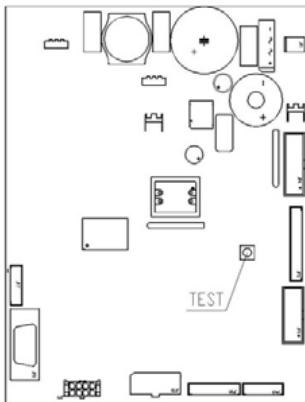

FIG. 3
• Si en la pantalla aparece "MEMORY CLEARED" apretar el pulsador situado en la tarjeta principal dentro de la caja recaudadora (véase FIG. 3) para inicializar la memoria. En la pantalla aparece el mensaje "PUERTA ABIERTA DISTRIBUIDOR EN MANTENIMIENTO". El distribuidor automático empezará automáticamente un autotest. Si no se identifica ningún error la columna se desplazará a la posición de inicio y la máquina estará lista para el uso.
Al encender el distribuidor, sobre el display aparece escrito "INIT" seguido por "memory cleared" si la memoria no contiene datos, o bien, si los datos contenidos no son confiables. La misma condición se alcanza cuando se ejecuta el mando "cancela memoria", o bien, en el caso en que la memoria se haya estropeado. Oprimiendo el pulsador FIG. 3 situado en la ficha electrónica principal en el interior de la caja para fichas, la memoria será automáticamente restablecida con los valores preestablecidos descritos en la sección dedicada a las instrucciones. Luego la máquina iniciará automáticamente una serie de tests, al final de los cuales, si todo está en orden, entrará en funcionamiento. En caso contrario, el distribuidor quedará bloqueado y sobre el display se visualizará el número del test que corresponde con la parte donde se ha verificado el mal o nulo funcionamiento.
Es posible realizar también una prueba de funcionalidad del distribuidor, para tal fin es necesario encender el distribuidor y oprimir el pulsador test (FIG. 3) situado sobre la ficha electrónica principal, la máquina entrará en la modalidad de venta libre y en el display aparecerá el mensaje "Venta libre", si todo va bien, de otra manera se visualiza la selección: fuera de servicio. Para restablecer la selección, apretar el pulsador respectivo. Si el problema persiste, aparecerá escrito el mensaje indicante el tipo de avería. A partir de ese momento es posible probar el ciclo de venta de la máquina por cada una de las selecciones, mientras que sobre el display aparecerán los mensajes relativos a eventuales anomalías que se hubiesen verificado durante la prueba. Para entrar nuevamente en el modo de funcionamiento normal, basta oprimir nuevamente el pulsador FIG. 3 situado sobre la ficha principal.